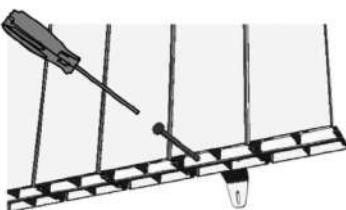

Figure 11
7. Insérez les deux chevilles et fixez avec les deux vis (B) pour fixer complètement le radiateur au mur (Figure 11).